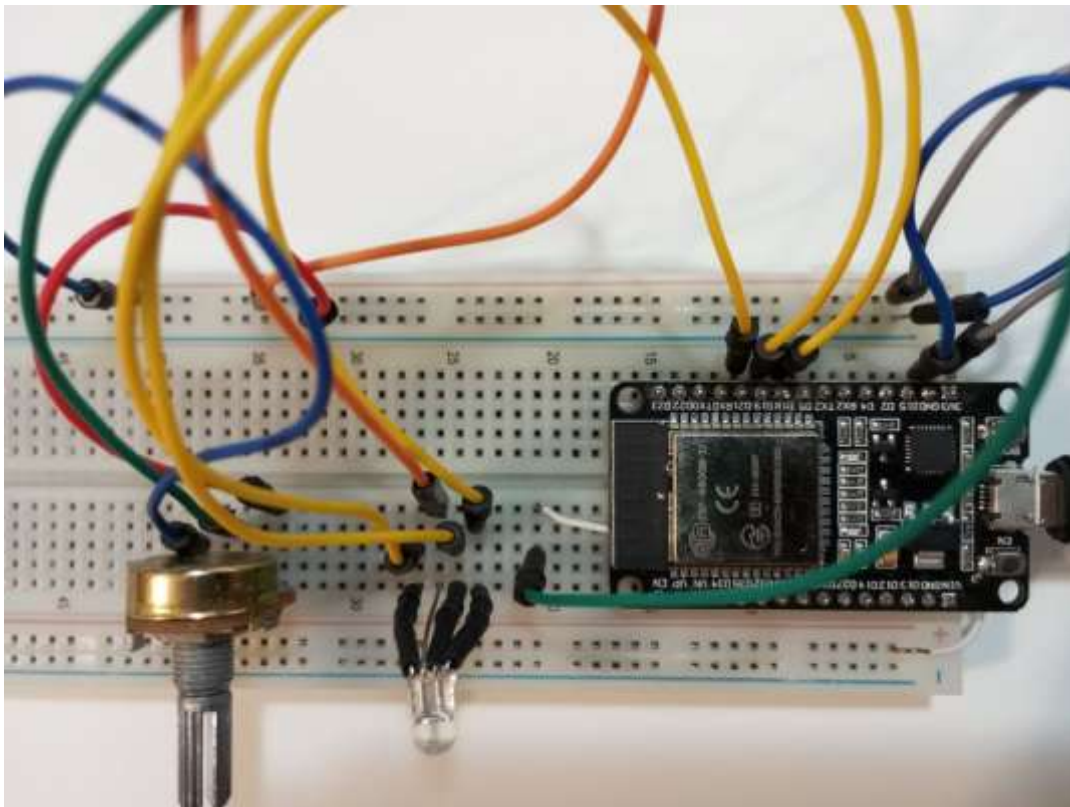
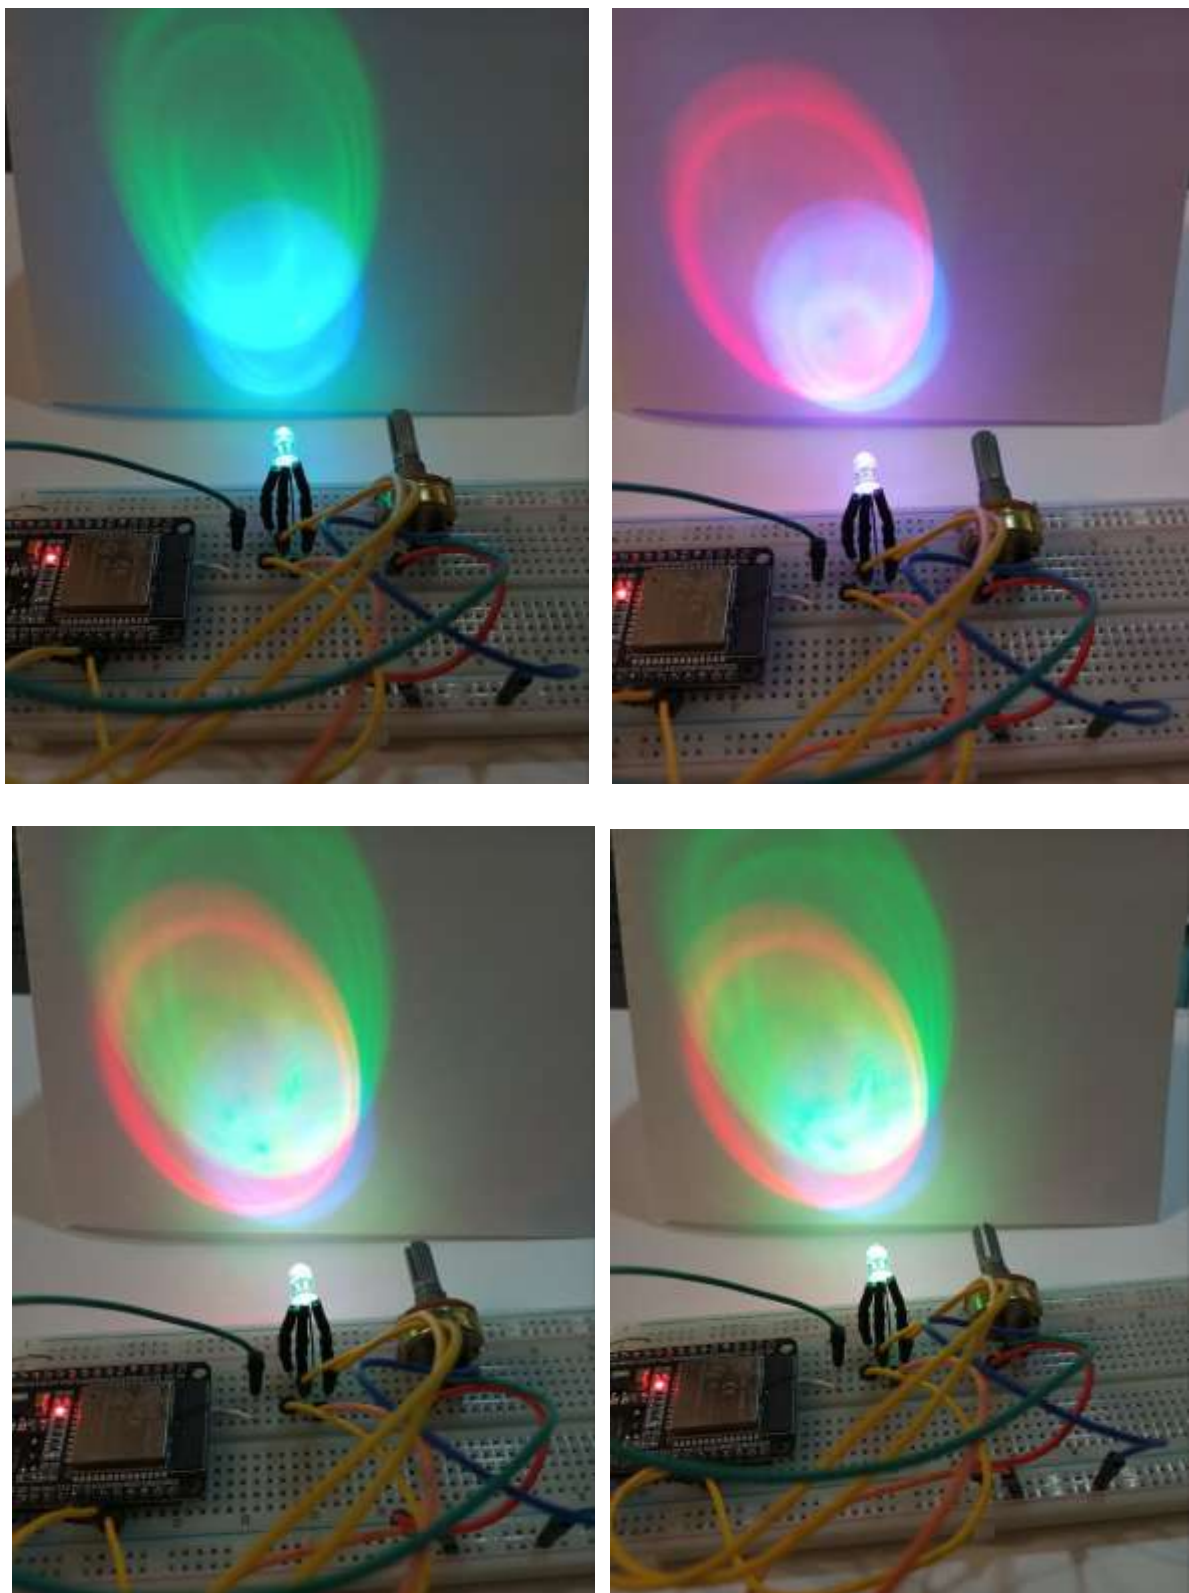

Рисунок 3.6 – Досліджувана схема, складена на макетній платі
Рисунок 3.7 – Результат дослідження макета за різних положень змінного резистора
3. Складаємо аналогічну схему на макетній платі з ESP32 (рис. 3.6) та проводитимемо її дослідження (рис. 3.7).